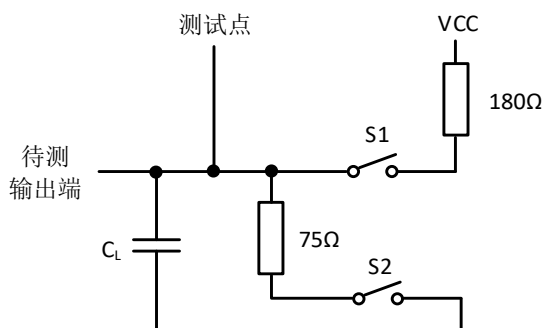

图1. 开关特性测试电路
3. 测试电路如图 1, 其中 C_L 包括了探针和插座的寄生电容; 输入信号由波形发生器提供, 且输入信号应当满足: $PRR\leq 1MHz$, $Z_o\approx 50\Omega$, $t_R\leq 15ns$, $t_F\leq 6ns$; 每个使能端都是单独测试的。